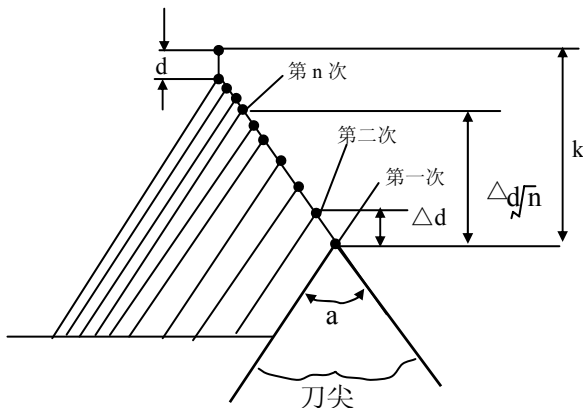

图3-13 G76螺纹加工
11. G76指令循环加工中, 刀具为单侧刃加工, 刀尖的负载可以减轻。另外, 第一次切入量为 $\Delta d$ , 第N次为 $\Delta d \sqrt{n}$ , 每次切削量是一定的。考虑各地址的符号, 有四种加工图形, 也可以加工内螺纹。在图3-13所示的螺纹切削中, 只有C, D间用F 指令的进给速度, 其他为快速进给。在图3-13所示的循环中, 增量的符号如下: